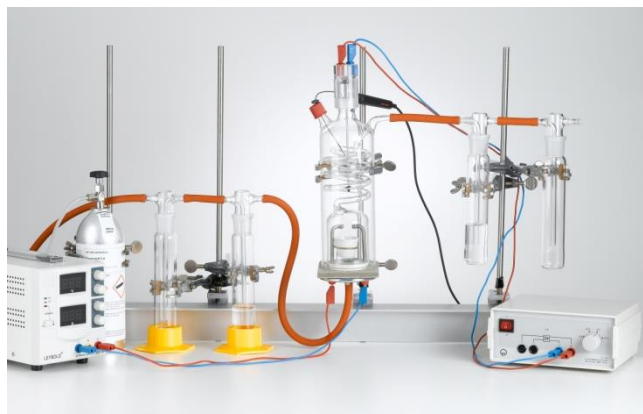

Abb. 2: Versuchsaufbau mit Stativmaterial (Variante b).
1. Am Leistenfuß werden mit vier Universalmuffen die Stativstangen in einem Abstand von etwa 20 cm befestigt (siehe Abb. 2).
4. Das Glasgefäß des Kalorimeters passt genau auf die Bodenplatte und schließt mit einer Gummischwamm-dichtung. Mit einer weiteren Doppelmuffe S und einer großen Universalklemme wird das Kalorimeter zusätzlich gehalten. Das Kalorimeter so platzieren, dass der Gasausgang nach rechts zeigt (siehe Abb. 2).